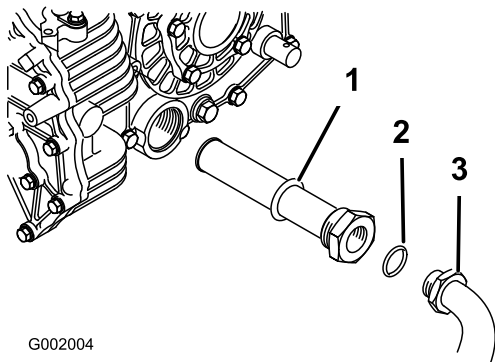

Figura 53
5. Retire o tubo do hidráulico e o conector de 90° (Figura 53).